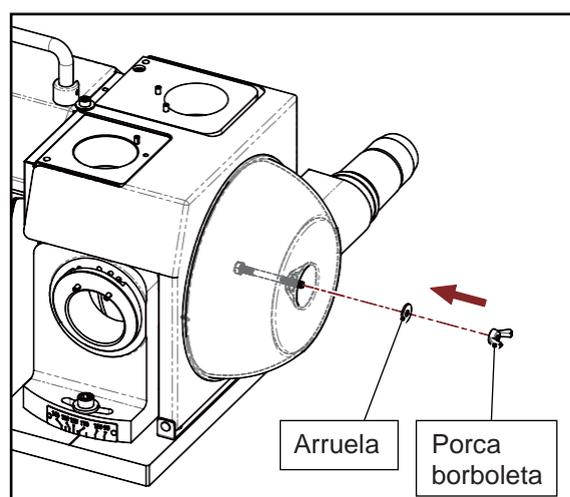

Fig. 4-3
3. Monte a arruela e a porca borboleta; aperte a porca borboleta para prender o adaptador para coleta de poeira. (Fig. 4-3)